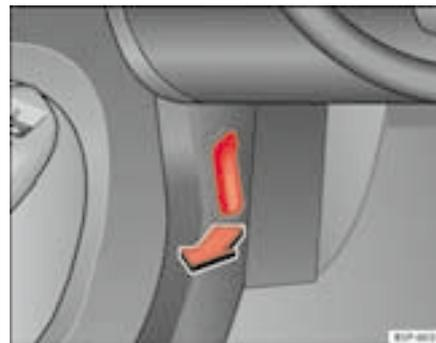

Fig. 155 Detalle de la zona reposapiés del lado del conductor: palanca para el desbloqueo del capó del motor.
- Tire de la palanca que se encuentra bajo el tablero de instrumentos ⇒ página 220, fig. 155 en el sentido que indica la flecha. El capó queda desbloqueado por la acción resorte del muelle ⇒ .